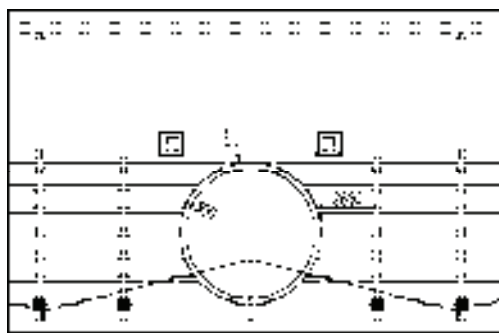

图 15-115 绘制圆形
12) 调用“圆形”命令，绘制半径为 3750mm 的圆形；调用“偏移”命令和“修剪”命令，向内偏移圆形并修剪圆形内的线段，结果如图 15-115 所示。